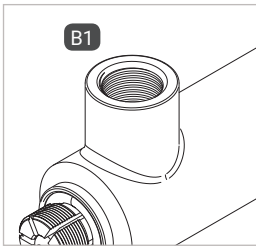

Abbildung 1
- ▶ Verschrauben Sie die Betriebsmedienzuleitung „B1“ druckdicht mit dem Anschluss der Medienleitung (Abbildung 1). Anzugsdrehmoment siehe untenstehende Tabelle.